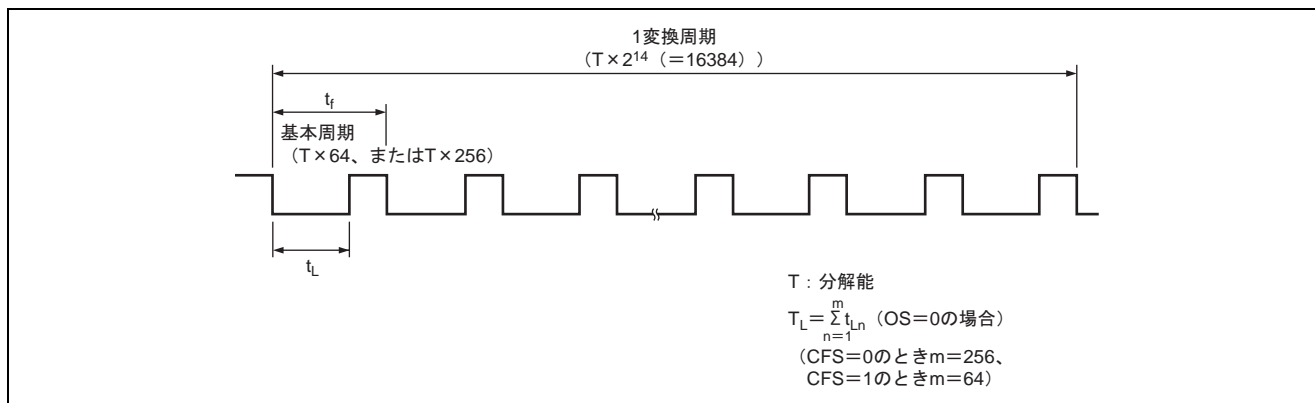
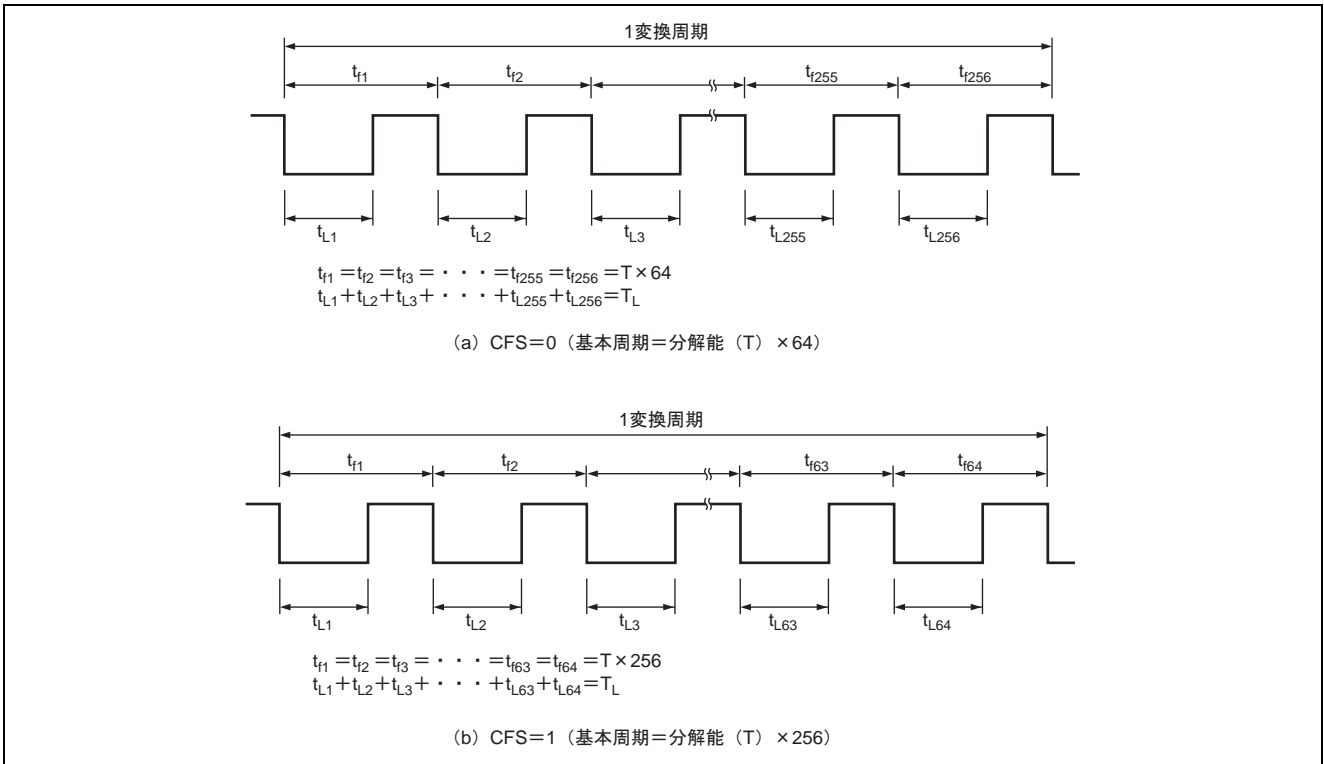
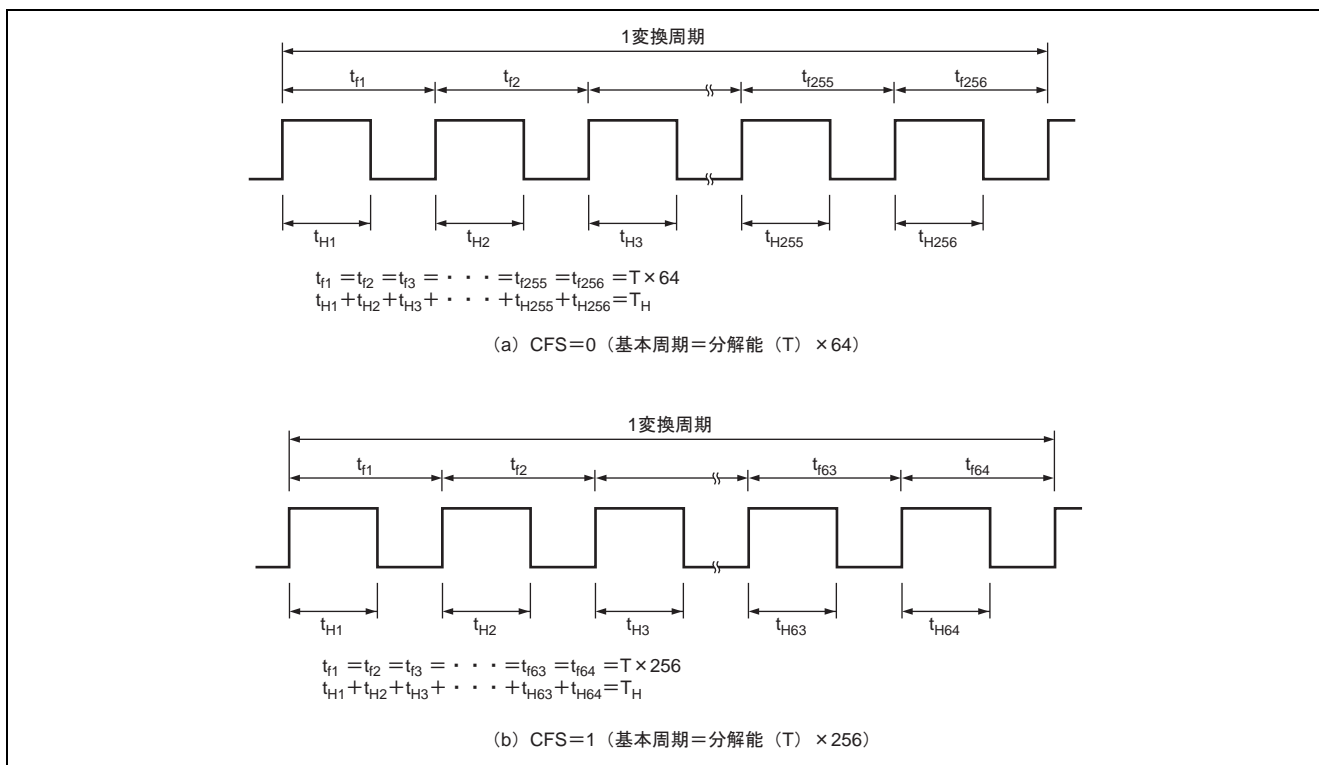

図 2 PWMX (D/A) の動作
図3 出力波形 (OS=0、DADR は TL に対応)
図4 出力波形 (OS=1、DADRはTHに対応)
PWX 端子からは、図 2 に示すような PWM 波形が出力されます。1 変換周期中に発生するパルス (CFS=0 の場合 256 個、CFS=1 の場合 64 個) の 0 レベル幅の合計 (TL) が PWMX (D/A) コントロールレジスタ (以降、DADR) の DA13~DA0 と対応しています。OS=0 の場合、この波形が直接出力されます。OS=1 の場合、この波形が反転して出力されます。このとき 1 レベル幅の合計 (TH) が DADR の DA13~DA0 と対応しています。出力波形を図 3、図 4 に示します。
DADR の DA13~DA0 がある値以上ではないと PWM 出力は固定レベルとなります。また、OS ビットと出力波形の関係を図 3 と図 4 に示します。